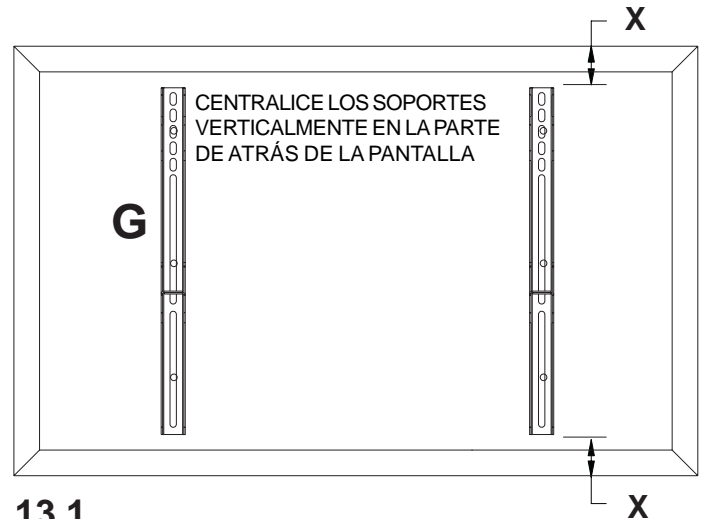
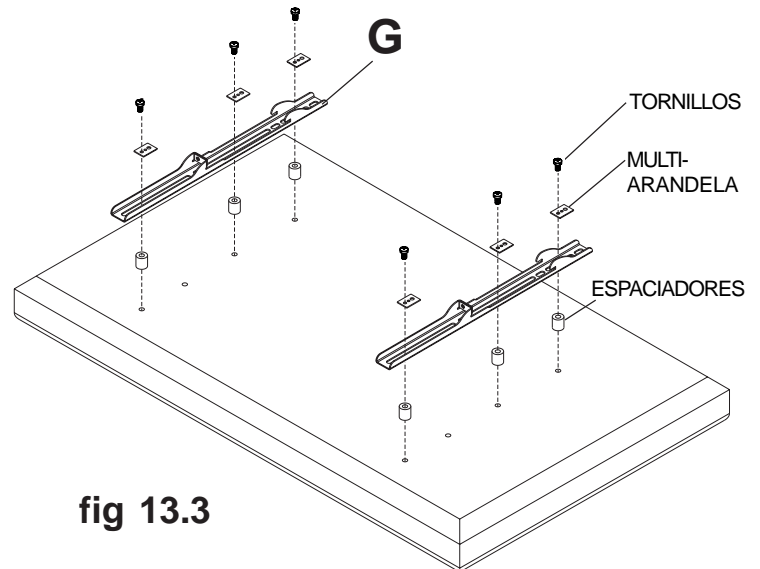

fig 13.1
fig 13.3
- 13** Para evitar rayar la pantalla, coloque un paño sobre una superficie plana y nivelada que aguante el peso de la pantalla. Coloque la pantalla boca abajo. Si tiene botones en la parte de atrás, remuévalos para poder conectar los soportes. Coloque los soportes de adaptación (**G**) sobre la parte de atrás de la pantalla, alinéelos con los hoyos y centralícelos en la parte atrás de la pantalla, según se muestra en la ilustración 13.1. Fije los soportes de adaptación a la parte de atrás de la pantalla con la combinación adecuada de tornillos, multi-arandelas y espaciadores, según se muestra en la ilustración 13.3.